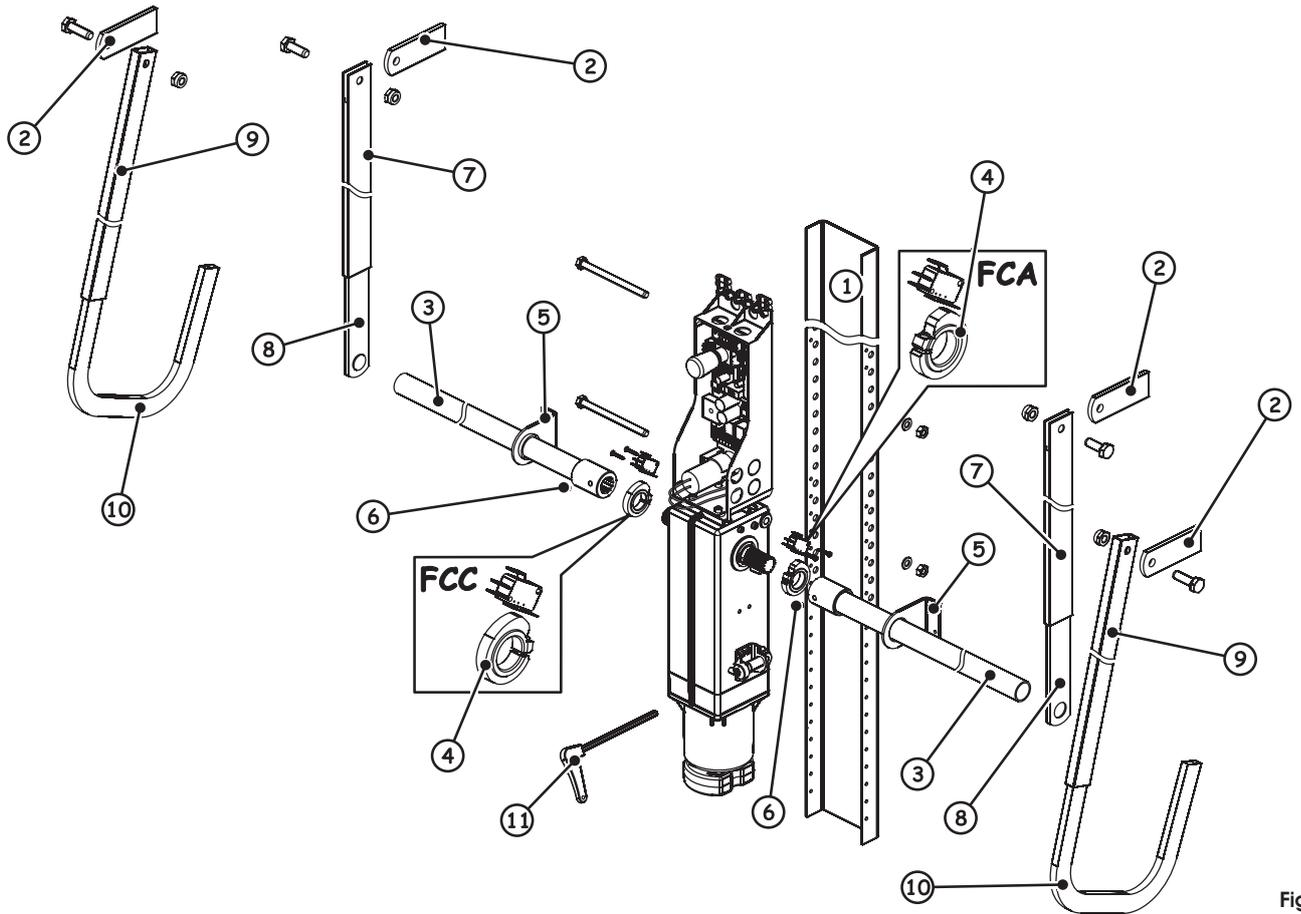

Fig. 11
- Ouvrir la porte à la hauteur désirée; régler la came jusqu'à l'activation du micro-poussoir FCA (fig. 11).
- Fermer la porte; régler la came jusqu'à l'activation du micro-poussoir FCC (fig. 11).